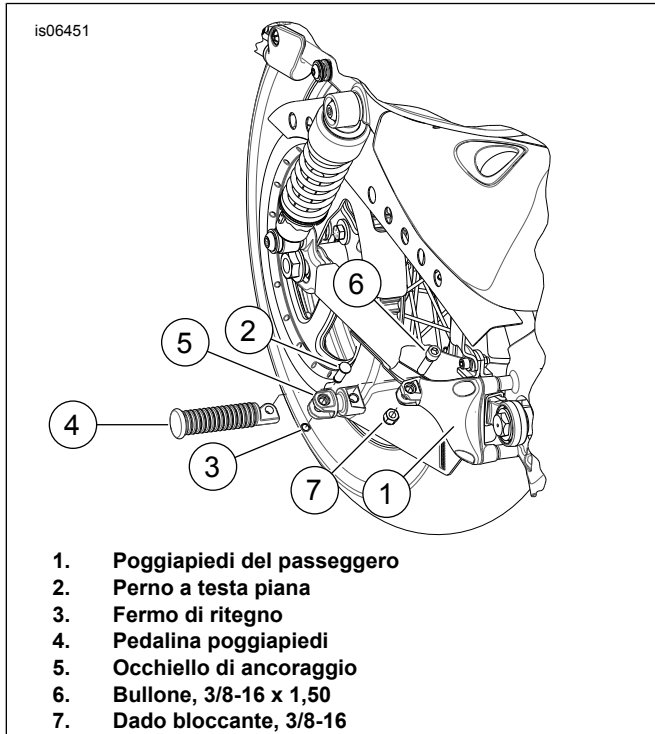

Figura 1. Installazione occhiello di ancoraggio
4. Vedere Figura 1. Installare l'attacco di ancoraggio (5) a ciascun poggiatesta del passeggero (1) utilizzando la bulloneria che si trova nel kit borse (6 e 7). Serrare il dado a 13,6–21,7 N·m (10–16 ft·lbs).
5. Installare la pedalina poggiatesta del passeggero (4) all'attacco di ancoraggio (5) seguendo le istruzioni contenute nel kit del poggiatesta del passeggero utilizzando perni (2) e fermi di ritegno (3).